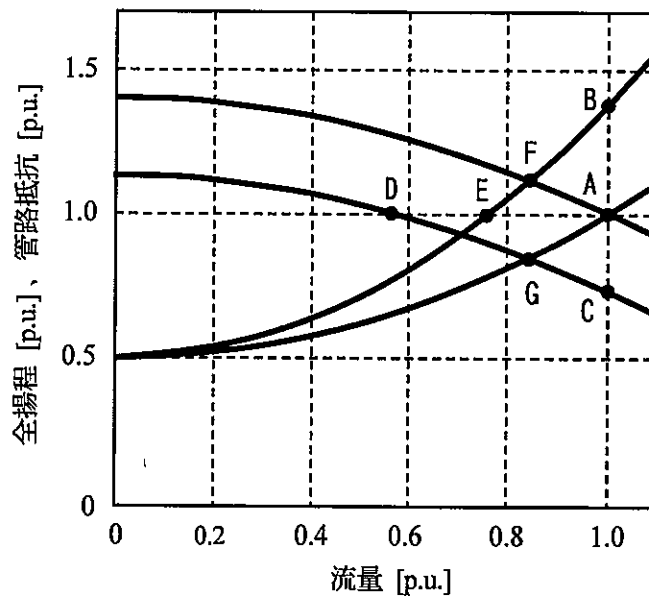

図4 揚程曲線及び管路抵抗曲線
1) 図4は、流量に対するポンプの揚程曲線及び管路抵抗曲線を表している。流量、全揚程、管路抵抗はいずれも定格点での値で正規化された数値（単位は [p.u.]）で表されており、点Aが定格点を表している。①の方式で弁を開度調整すると管路抵抗曲線の軌跡が変化し、②の方式で回転速度を変えると揚程曲線の軌跡が変化する。